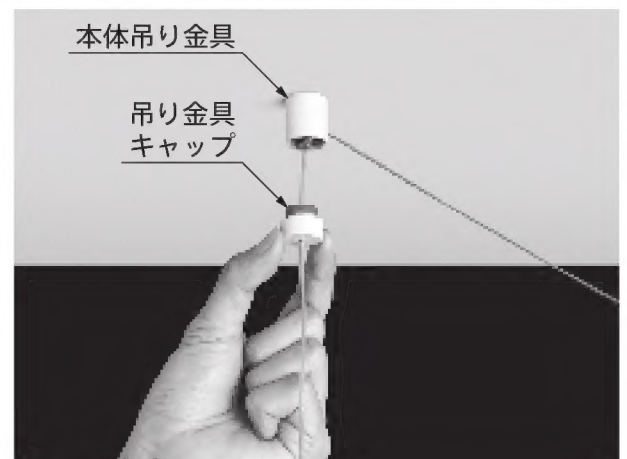

図 5
5. センターキャップをセンターキャップ取付金具に差し込み、センターキャップ固定ネジにて固定します。（図5）